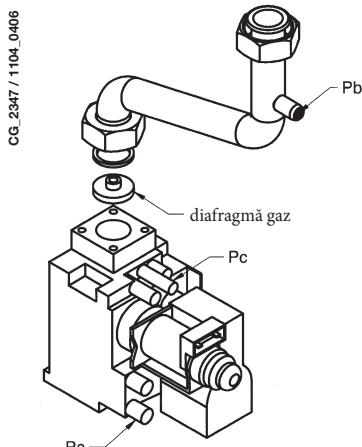

Figura 10
- înlocuiți diafragma de pe vana de gaz (figura 10). Diametrul diafragmei este indicat în tabelul 2.
- Conectați priza de presiune pozitivă a unui manometru diferențial (dacă e posibil, pe bază de apă) la priza de presiune (**Pb**) a vanei de gaz (Figura 10). Numai pentru modelele cu cameră etanșă, conectați priza negativă a manometrului la un racord în "T" care să permită conectarea împreună a prizei de compensare a centralei, a prizei de compensare a vanei de gaz (**Pc**) și a manometrului. (Același măsurătoare poate fi efectuată prin conectarea manometrului la priza de presiune (**Pb**) după ce a fost scos panoul frontal al camerei etanșe.) O măsurare a presiunii la arzătoare efectuată prin metode diferite de cele descrise s-ar putea dovedi eronată, întrucât nu ar ține cont de presiunea joasă creată de ventilator în camera etanșă.
- verificați ca presiunea dinamică de alimentare a centralei, măsurată la priza de presiune (**Pa**) a vanei de gaz (Figura 10) să fie cea corectă (30 mbar pentru propan sau 20 mbar pentru gaz natural).
- Reglați șurubul "pmax/pmin" (figura 10) până la obținerea valorii de presiune indicate în Tabelul 1.